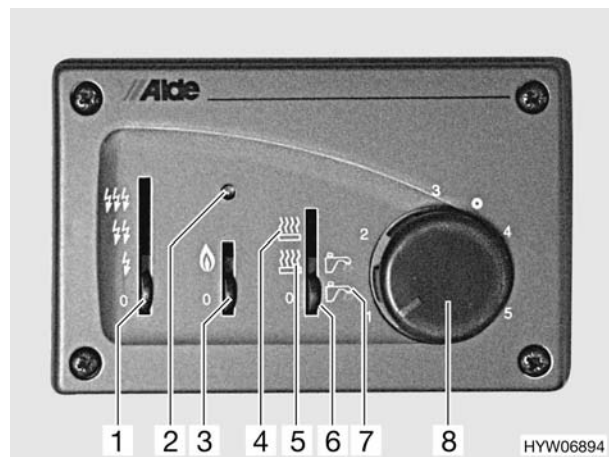

Bild 118 Bedieneinheit für Warmwasser-Heizung
- Warmwasser (Bild 118,7)
- Heizung und Warmwasser (Bild 118,5)
- Heizung (Bild 118,4)
- Betriebsart mit dem Schiebeschalter (Bild 118,6) einstellen.
- Gasbetrieb (Bild 118,3)
- 230-V-Elektrobetrieb (Bild 118,1)
- Schiebeschalter (Bild 118,3) auf Gasbetrieb stellen.
- Temperaturdrehknopf (Bild 118,8) auf gewünschte Heizstufe stellen.
- Schiebeschalter (Bild 118,6) auf "Heizung" (Bild 118,4) oder auf "Heizung und Warmwasser" (Bild 118,5) stellen.
Bei einer Störung leuchtet die rote Kontroll-Leuchte (Bild 118,2).
- Schiebeschalter (Bild 118,3 und 6) auf "0" stellen.
- Schiebeschalter (Bild 118,1) auf gewünschte Leistungsstufe stellen.
- Temperatordrehknopf (Bild 118,8) auf gewünschte Heizstufe stellen.
- Schiebeschalter (Bild 118,1 und 6) auf "0" stellen.
- Schiebeschalter (Bild 118,1, 3 und 6) auf "0" stellen.